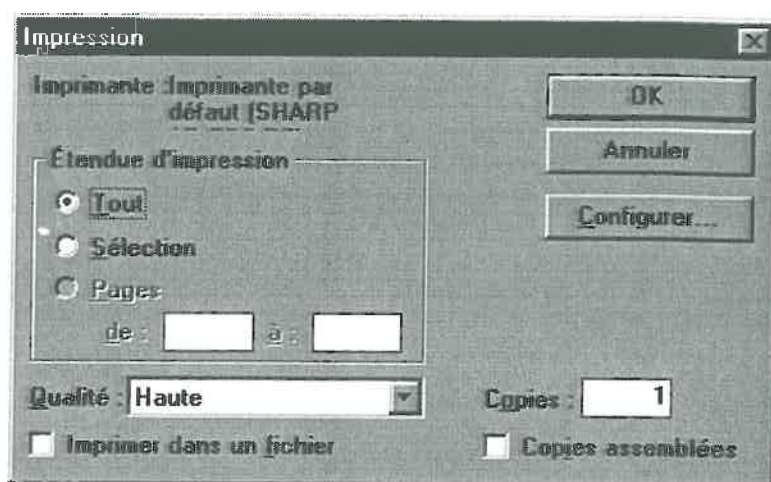

Fig.44 : Fenêtre d'impression
- Appuyer, dans la fenêtre de la fig.44 , sur le bouton 'OK' pour lancer l'impression sur l'imprimante spécifiée ou sur 'Annuler' pour annuler l'impression